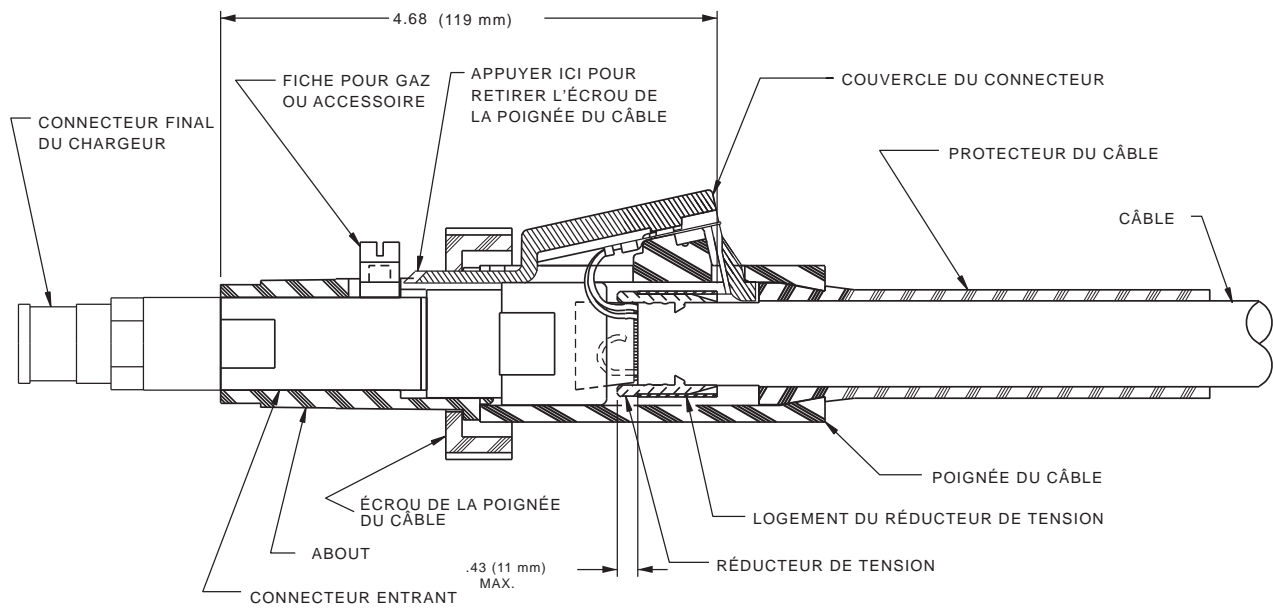

Figure 5
- b. Retirer le connecteur final du chargeur, la fiche moulée pour le gaz (ou l'accessoire indenté), l'écrou de la poignée du câble, l'about en plastique et le couvercle du connecteur (voir la Figure 5).
Positionner le réducteur de tension en plastique de telle sorte que l'extrémité taraudée se trouve à 4,68" (119 mm) du connecteur entrant (voir la Figure 5). Verrouiller en place avec le logement en acier. Le réducteur de tension en plastique peut surplomber l'enveloppe du câble sur un maximum de 0,43" (11 mm).
- g. Positionner le protecteur du câble et la poignée du câble sur le câble et monter en place les terminales des fils de contrôle de recharge sur la poignée du câble. Insérer le couvercle du connecteur à sa place. Installer l'about et le fixer à la poignée du câble avec l'écrou de la poignée du câble. Se reporter à la Figure 5.